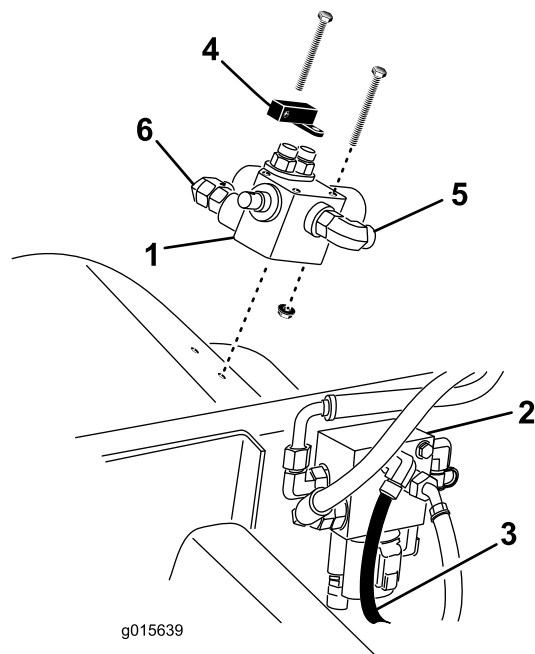

Bild 5
9. Befestigen Sie das Regelventil und den Drehgriff mit drei Schrauben (1/4 x 2-3/4") und Bundmuttern (1/4") am rechten Kotflügel, wie in Bild 5 abgebildet.
10. Stellen Sie eine Auffangwanne unter den Hubverteiler (Bild 5).
11. Schließen Sie den Lenkschlauch (Bild 5) von der oberen Anschlussstelle des Hubverteilers ab (Schlauch kommt vom Lenkventil).
12. Schließen Sie den Schlauch (30,5 cm) an den abgeschlossenen Lenkschlauch und das 90-Grad-Anschlussstück an der Bedienerseite des Regelventils an (Bild 5).
13. Schließen Sie den längeren Hydraulikschlauch mit den geraden Anschlussstücken (liegen dem Kit bei) an die freie Anschlussstelle am Hubverteiler und am 90-Grad-Anschlussstück außen am Regelventil an (Bild 5).